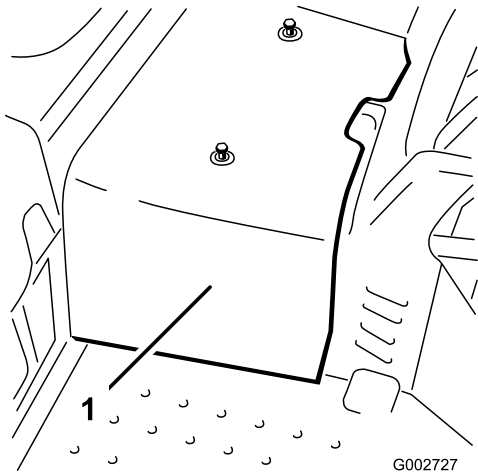

图 34
- 2. 拧掉将中央护罩固定到机器的 2 个螺丝然后取下护罩 图 34。